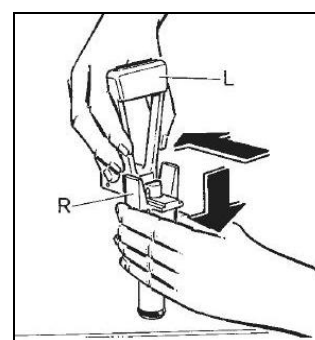

Fig. 4
- Démontez le robinet en maintenant le corps L enfoncé vers le bas, en extrayant le levier R hors de son logement (voir fig.4).